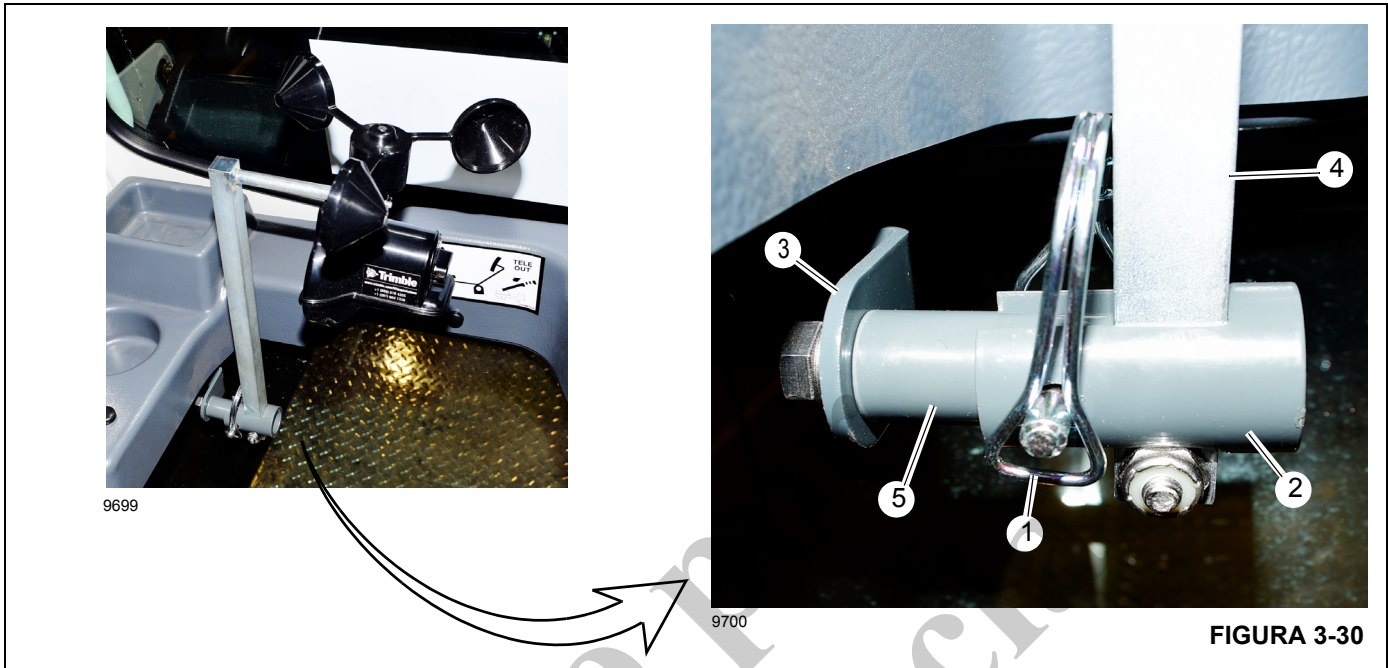

FIGURA 3-30
2. En la cabina, retire el pasador de seguridad (1, Figura 3-30) y el buje (2) de la escuadra de almacenamiento del anemómetro (3).
3. Instale el mástil del anemómetro (4) en el retenedor de varilla (5).
4. Instale el buje (2) en el mástil (4) y en el retenedor de varilla (5). Alinee el buje y los agujeros del retenedor de modo que el pasador de seguridad pueda instalarse.
5. Instale el pasador de seguridad en el buje (2) y en los agujeros del retenedor (5) para fijar el mástil del anemómetro (4). Fije el pasador (1) con la pinza de seguridad.